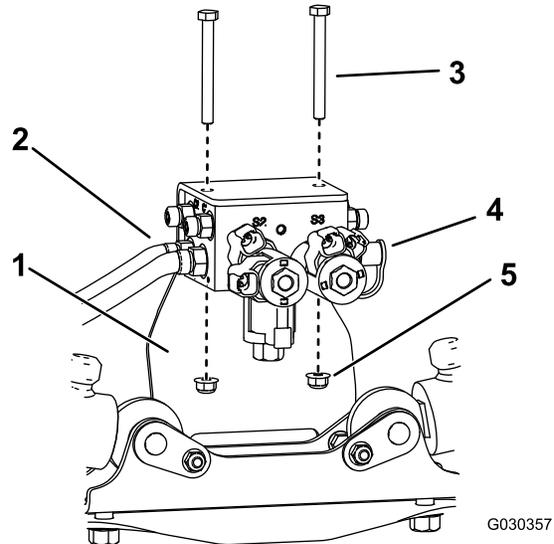

Bild 2
3. Lösen Sie die zwei Hydraulikanschlüsse an der rechten Seite und am Messgerätanschluss an der linken Seite des Hydraulikverteilerblocks (**Bild 2**).
4. Nehmen Sie den Hydraulikverteilerblock von der Befestigungshalterung ab (**Bild 2**).
5. Nehmen Sie die zwei Hydraulikanschlüsse und den Messgerätanschluss vom Hydraulikverteiler ab und bewahren Sie diese auf (**Bild 2**).